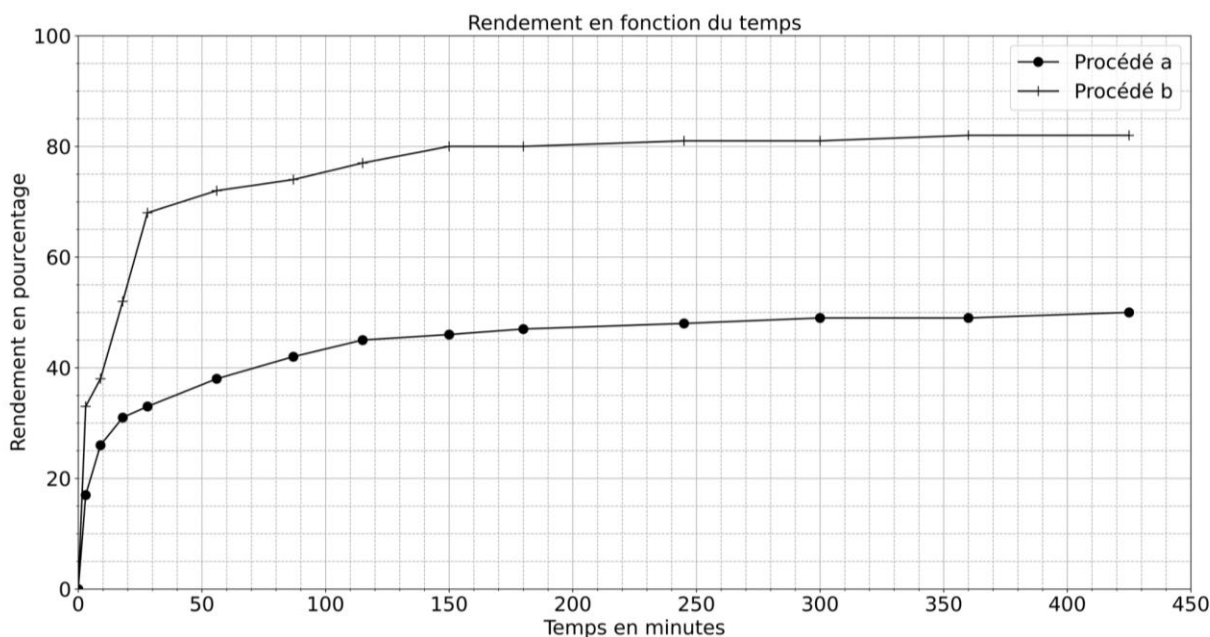

Figure 4. Évolution temporelle du rendement de la réaction d'estérification suivant le procédé a ou b.
La synthèse de lactate d'éthyle est réalisée dans un ballon équipé d'un réfrigérant. Les quantités suivantes de réactifs sont introduites dans le réacteur : 66,7 g d'éthanol et 39,1 g d'acide lactique. 0,33 g d'acide sulfurique est ajouté aux réactifs. Le milieu réactionnel est agité au moyen d'un agitateur magnétique et porté à la température de 80 °C. Le rendement en lactate d'éthyle en fonction de la durée de la réaction est représenté sur la figure 4.
La synthèse de lactate d'éthyle est réalisée de la même manière que pour le procédé a mais en ajoutant un solvant d'extraction aux réactifs. Le rendement en lactate d'éthyle en fonction de la durée de la réaction est représenté sur la figure 4.
**C.3.** En utilisant la figure 4, comparer les rendements obtenus par les deux procédés et indiquer le procédé le plus efficace.